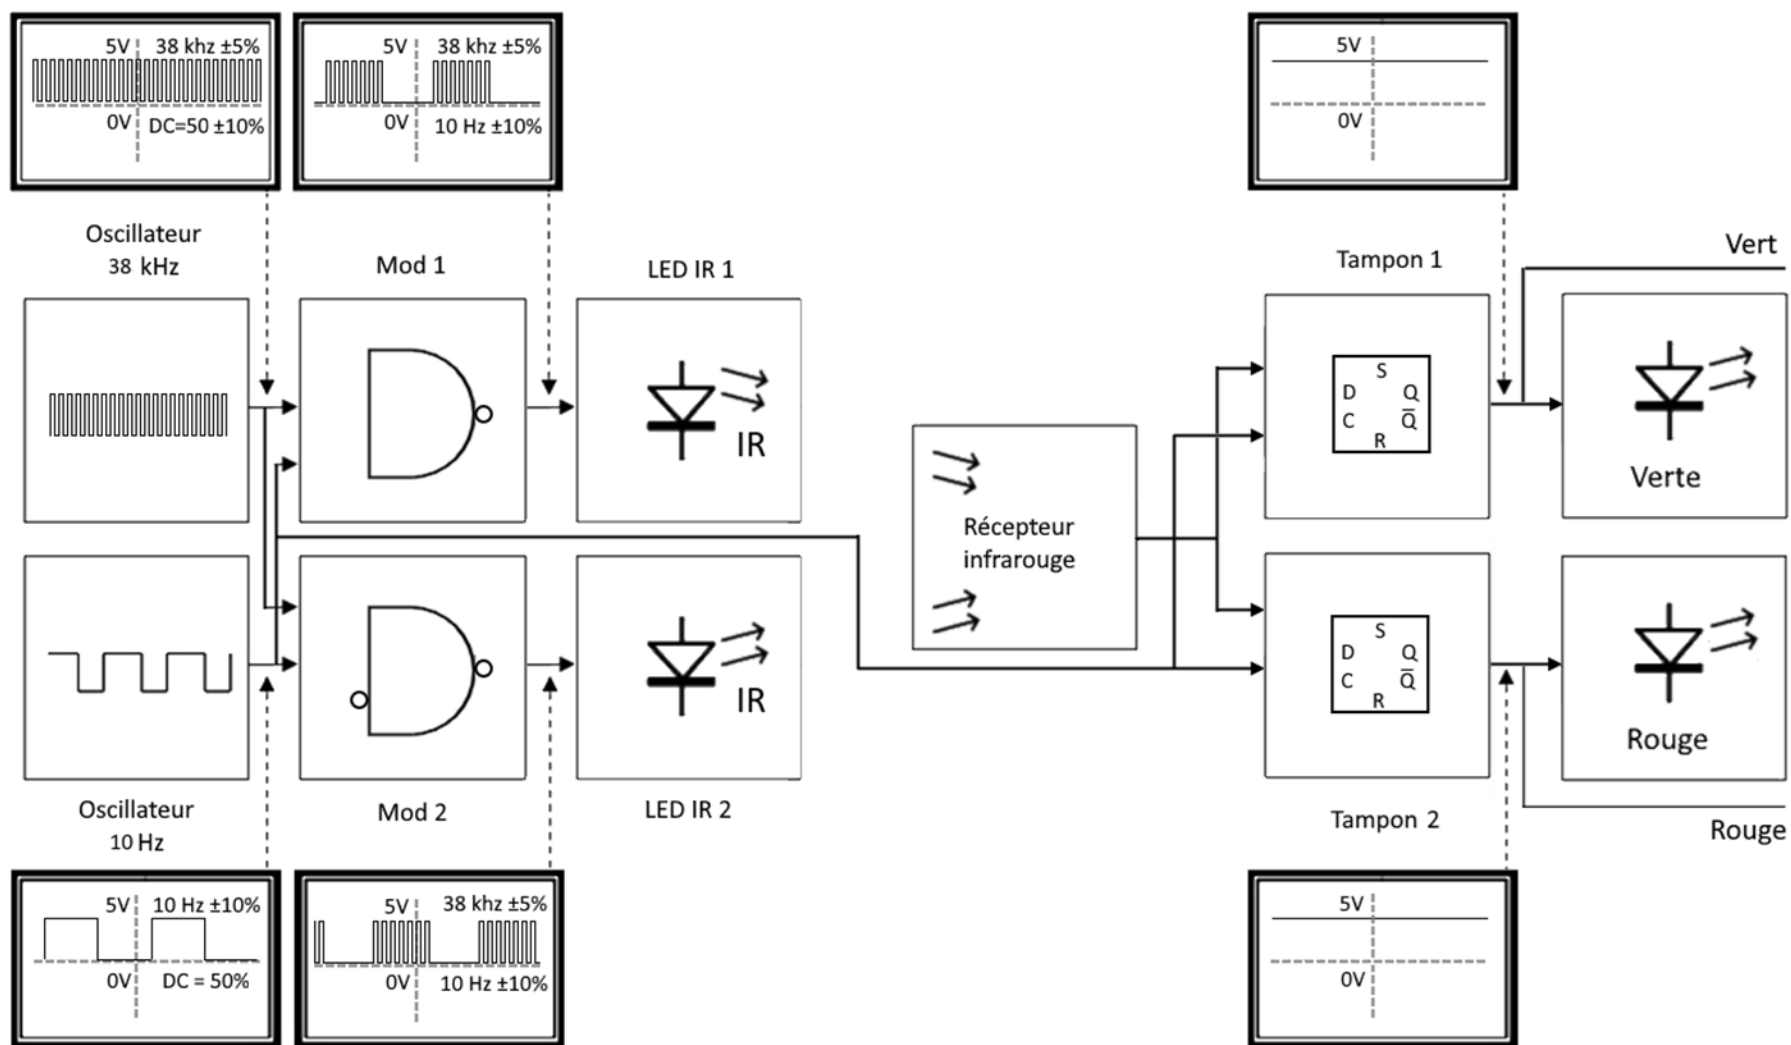

Figure 1 : Schéma bloc du détecteur de proximité
Comme vous pouvez le constater sur la Figure 1, le circuit électronique contient 11 parties. On retrouve 2 générateurs d'ondes carrées, 2 portes logiques, 2 diode électroluminescente (DEL) infrarouge (IR), un récepteur infrarouge, 2 tampons et 2 DEL de couleur (rouge et verte). Les deux générateurs d'ondes carrées sont basés sur un circuit NE555. Ce dernier peut être utilisé en mode astable et monostable. Pour nos besoins, nous l'utiliserons en mode astable afin de générer, d'une part, une onde carrée 0-5 volts à une fréquence de 38 kHz $\pm 5\%$ avec un rapport cyclique de 50% $\pm 10\%$ pour la fréquence de modulation. D'autre part, une onde carrée 2,5 V crête centrée sur 2,5 V à une fréquence de 10 ± 1 Hz avec un rapport cyclique de 50% pour le signal d'horloge qui cadence l'alternance des DEL IR. Les signaux des générateurs d'ondes carrées passent à travers 2 circuits de portes logiques permettant de faire la modulation des signaux qui alimentent les DEL IR.